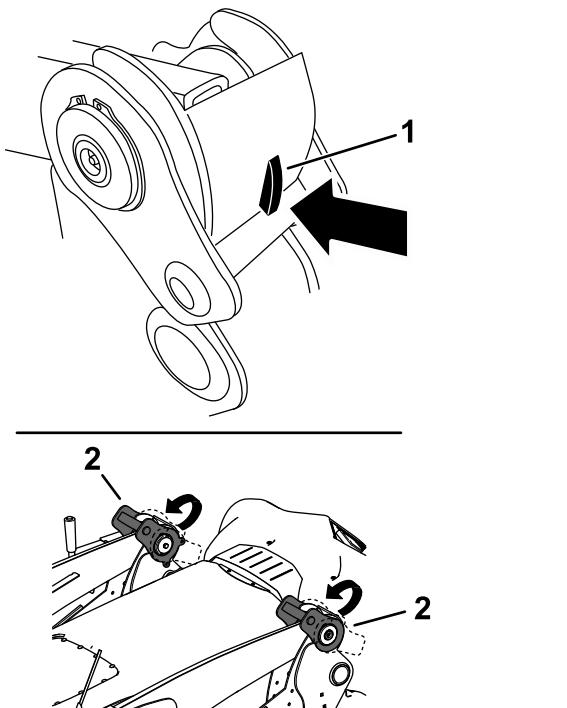

Figura 45
3. Presione hacia abajo sobre el seguro del cierre de cada brazo de carga y levante los cierres para desbloquear los brazos de carga de la máquina (Figura 45).